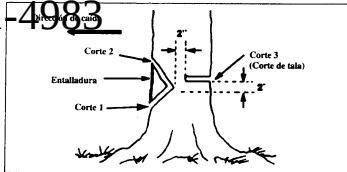

Figura 22
a. Hacer una entalladura y luego un corte de tala. Figura 22.